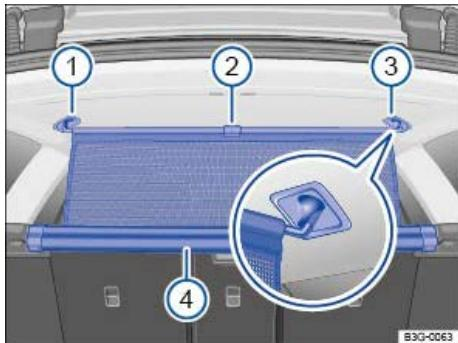

Abb. 126 Im Gepäckraum: Netztrennwand einhängen.
- Netztrennwand an der Lasche \Rightarrow Abb. 126 (2) aus dem Gehäuse \Rightarrow Abb. 126 (4) nach oben herausziehen.
- Netztrennwand an der rechten Seite \Rightarrow Abb. 126 (3) (Lupe) einhängen.
- Netztrennwand an der linken Seite durch Zusammendrücken der Querstange in die Aufnahme \Rightarrow Abb. 126 (1) einhängen.
- Die Netztrennwand ist richtig eingehängt, wenn die T-förmigen Enden sicher in den entsprechenden Aufnahmen \Rightarrow Abb. 126 (3) und (1) eingehängt sind.
- Querstange aus den Aufnahmen \Rightarrow Abb. 126 (3) und (1) aushängen.
- Netztrennwand von Hand ganz nach unten in das Gehäuse \Rightarrow Abb. 126 (4) führen.